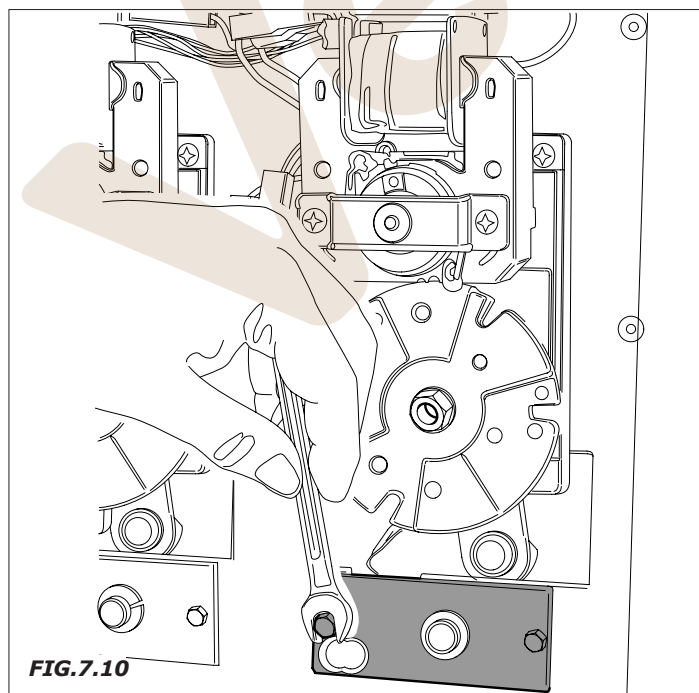

FIG.7.10
- Extraer los dos tornillos de la brida de soporte del árbol de distribución (Fig.7.10)